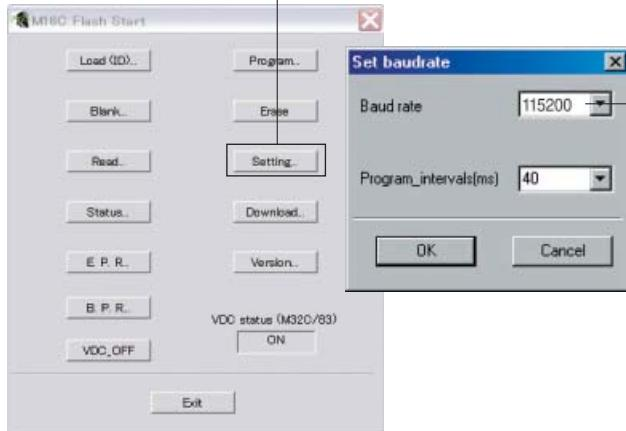

Fig. 4
6. Click [Setting], and set the baud rate. (Fig. 4)
6. [Setting] をクリックし、通信速度の設定を行います。(Fig. 4)